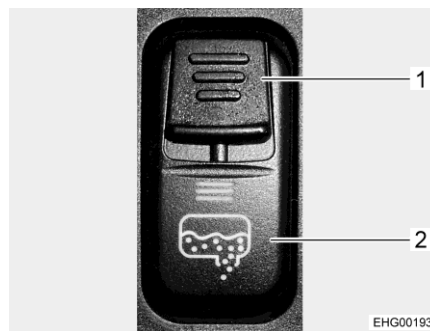

Fig. 104 Interruptor basculante (llave de desagüe)
La llave de desagüe para el depósito de aguas residuales se abre y se cierra a través de un interruptor basculante de la consola de conmutadores en la cabina del conductor. Para prevenir una apertura involuntaria de la llave de desagüe, el interruptor basculante está provisto de un interruptor deslizante de seguridad (Fig. 104,1). El tubo de salida con la conexión para una manguera de aguas residuales se encuentra debajo del vehículo.
- Empujar el interruptor deslizante de seguridad (Fig. 104,1) en el interruptor basculante (Fig. 104,2) hacia abajo y, al mismo tiempo, pulsar la parte inferior del interruptor basculante. De este modo, se abrirá la válvula de aguas residuales y se vaciará el depósito de aguas residuales. El LED estará encendido mientras que esté abierto el grifo para la eliminación de aguas residuales.
- Una vez que hayan salido totalmente las aguas residuales, volver a cerrar la llave de desagüe. Para ello, presionar hacia arriba el conmutador de mando (Fig. 104,1).